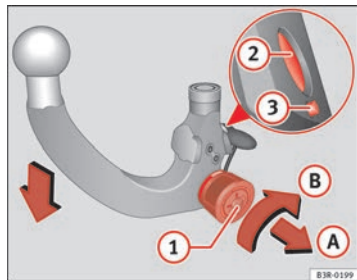

Abb. 155 Abnehmbare Anhängervorrichtung: Kugelstange vorspannen
- Stecken Sie den Schlüssel (1) ⇒ Abb. 155 in das Schloss am Handrad und drehen Sie ihn in Richtung der roten Markierung.
- Ziehen Sie das Handrad in Pfeilrichtung (A) heraus und drehen Sie es anschließend in gezogener Position in Pfeilrichtung (B) bis der Verriegelungsbolzen (2) einrastet und der Auslösebolzen (3) sichtbar ausfährt ⇒ ⚠.